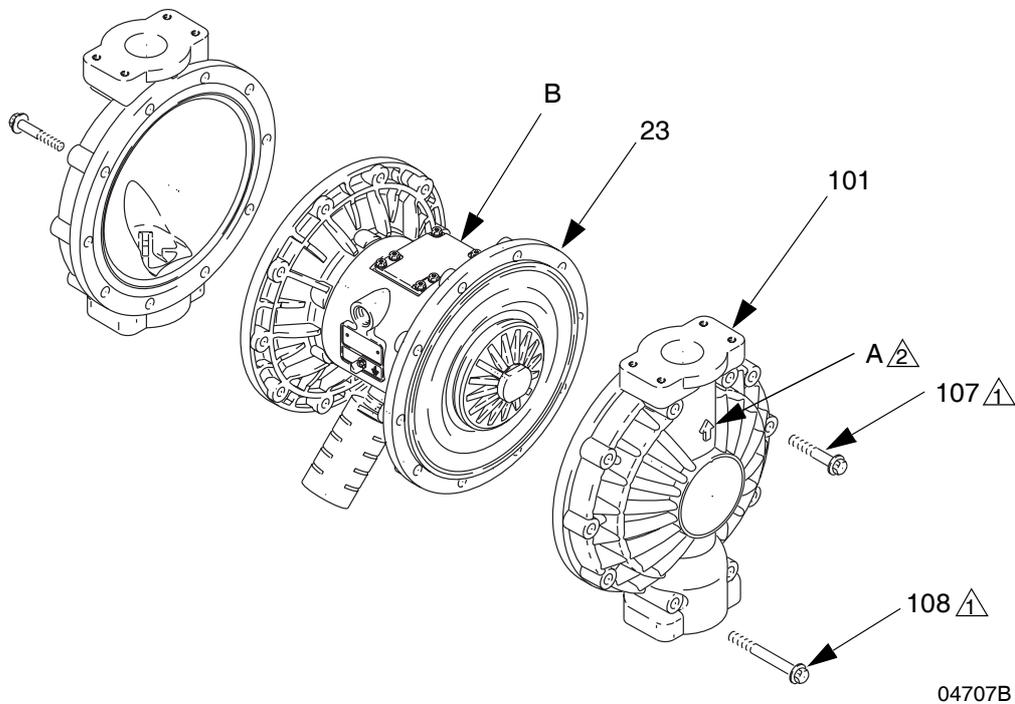

FIG. 15
3. À l'aide d'une clé à douille de 13 mm, retirez les vis (106, 112) maintenant les capots à fluide (101) sur les capots à air (23). Retirez les capots à fluide (101) de la pompe. Voir FIG. 15.
4. Desserrez les boulons d'axe de membrane (107) sans les retirer en utilisant une clé à douille de 15 mm sur chaque boulon.
5. Dévissez un boulon de l'axe de la membrane (24) et retirez le joint torique (108), le plateau de membrane côté fluide (105), la membrane en PTFE (403, utilisée seulement sur les modèles en PTFE), la membrane (401) et le plateau de membrane côté air (104).
6. Sortez l'autre ensemble membrane et l'axe de membrane (24) du boîtier central (1). Maintenez les méplats de l'axe à l'aide d'une clé plate de 19 mm et retirez le boulon (107) de l'axe. Démontez l'ensemble membrane restant.
7. Recherchez des traces éventuelles d'usure ou de rayures sur l'axe de membrane (24). S'il est endommagé, vérifiez les coussinets (19) en place. Si les coussinets sont endommagés, consultez la page 27.
8. Introduisez une pointe pour joint torique dans le boîtier central (1), accrochez les joints en coupelle (402) et sortez-les du boîtier. Cette opération peut se faire avec les coussinets (19) en place.
2. Montez l'ensemble membrane sur l'une des extrémités de l'axe (24) de la manière suivante.
- a. Placez le joint torique (108*) sur le boulon (107) de l'axe.
- b. Placez le plateau de membrane côté fluide (105) sur le boulon de sorte que la face arrondie soit tournée à l'intérieur vers la membrane (401).
- c. Pour les modèles en PTFE uniquement, placez la membrane en PTFE (403*). Assurez-vous que le côté marqué « AIR SIDE » (CÔTÉ AIR) est bien orienté vers le boîtier central (1).
- d. Installez la membrane (401*) sur le boulon. Assurez-vous que le côté marqué « AIR SIDE » (CÔTÉ AIR) est bien orienté vers le boîtier central (1).
- e. Placez le plateau de membrane côté air (104) de sorte que la face creuse soit tournée vers la membrane (401).
- f. Appliquez un adhésif frein-filet de force moyenne (bleu) sur les filetages des boulons (107). Vissez le boulon dans l'axe (24) en serrant à la main.
3. Graissez l'axe de membrane (24) sur la longueur et aux extrémités, puis glissez-le à travers le boîtier (1).
5. Maintenez l'un des boulons (107) de l'axe avec une clé et serrez l'autre à un couple de 27 à 34 N•m (20 à 25 pi.-lb) à 100 tr/mn maximum.
6. Aalignez les capots à fluide (101) et le boîtier central (1) de sorte que les flèches (A) sur les capots soient orientées dans la même direction que la vanne d'air (B). Appliquez un adhésif frein-filet de force moyenne (bleu) sur les filetages des vis (106, 112). Fixez les capots avec les vis (106 et 112) et serrez à la main. Installez les plus longues vis (112) dans les orifices en haut et en bas des capots. Voir FIG. 15. Serrez les vis à l'opposé et de manière uniforme à un couple de 22-25 N•m (190-220 po-lb) à l'aide d'une clé à douille de 13 mm. Voir **Séquence de serrage** à la page 29.
3. À l'aide de clés à douille de 13 mm, retirez les vis (107 et 108) maintenant les capots à fluide (101) sur les capots à air (23). Retirez les capots à fluide (101) de la pompe. Voir FIG. 15.